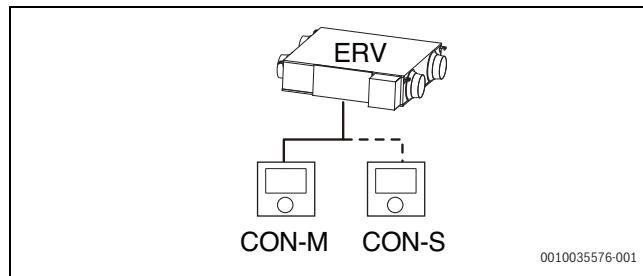

fig. 16 Njësi e pavarrur ERV
- ERV e vetme e kontrolluar nga një ose dy rregulator (kryesor/dytësor) (→ fig. 16).